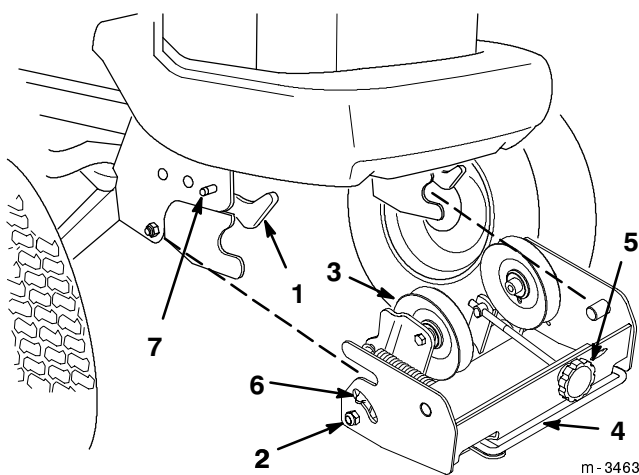

Figure 4
4. Accrocher la boîte à poulies sous le tracteur, si ce n'est déjà fait. Vérifier que les loquets du système Attach-A-Matic™ sous l'avant du tracteur sont ouverts (Fig. 4). Glisser la boîte à poulies dans le système Attach-A-Matic™ et l'insérer à fond, puis fermer les loquets.